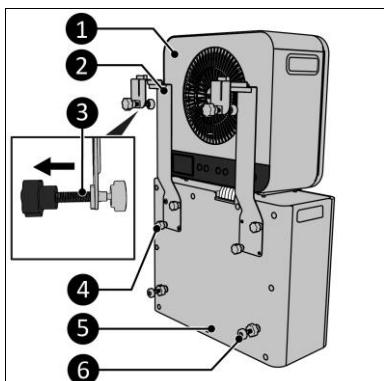

Figure 7
- Placez l'unité intérieure (figure 7, pos. 1) librement sur l'unité extérieure (figure 7, pos. 5).
- Retirez les quatre capuchons de vis (figure 7, pos. 4).
- Fixez les deux supports inférieurs pour caravane (figure 7, pos. 2) à l'unité extérieure en serrant deux vis par support (figure 7, pos. 4).
- Assurez-vous de visser à fond les boulons d'ajustement (figure 7, pos. 3).
- Fixez les entretoises (figure 7, pos. 6) à l'unité extérieure (figure 7, pos. 5).
14. Assurez-vous que l'unité extérieure est de niveau en ajustant l'entretoise des vis d'écartement (figure 7, pos. 6).